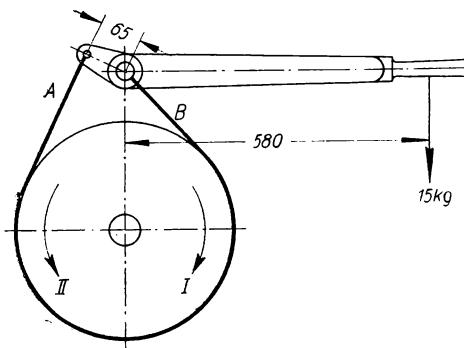

Bild 271
- 413.** Die Bandbremse (Bild 271) wird durch eine am Handgriff des Hebelns ausgeübte Kraft 15 kg angezogen. Der umspannte Bogen der Scheibe beträgt sieben Zehntel des Umfangs. Die Reibungszahl für Stahlband auf Graugusscheibe ist 0,18. a) Wie groß ist der umspannte Bogen, gemessen auf einem Kreise vom Halbmesser 1? b) der Wert $e^{\mu\alpha}$? c) Welche Spannkraft wird durch Anziehen des Hebelns in dem Bremsbande A erzeugt? d) Wie groß wird die Spannkraft in dem festen Bandende B und die bremsende Umfangskraft an der Scheibe bei Drehrichtung I? e) Dasselbe bei Drehrichtung II?